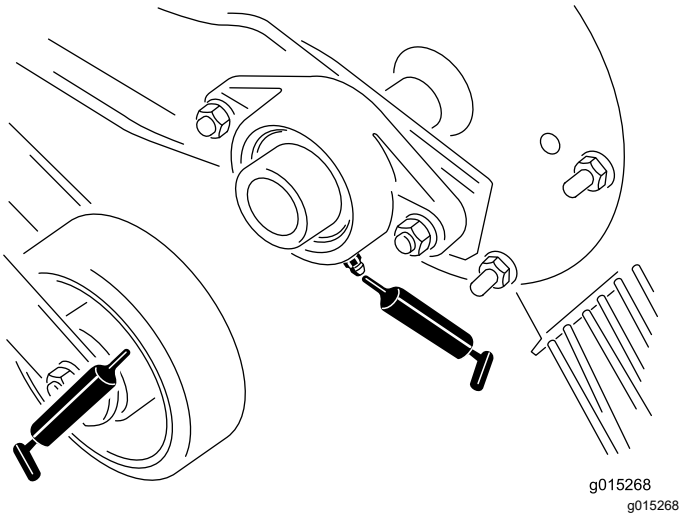
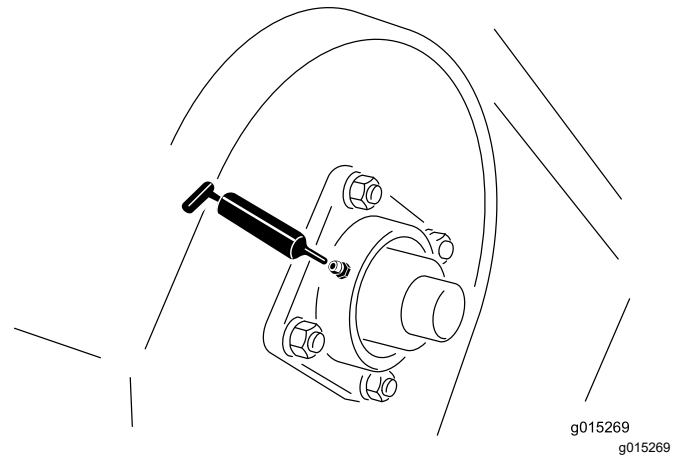
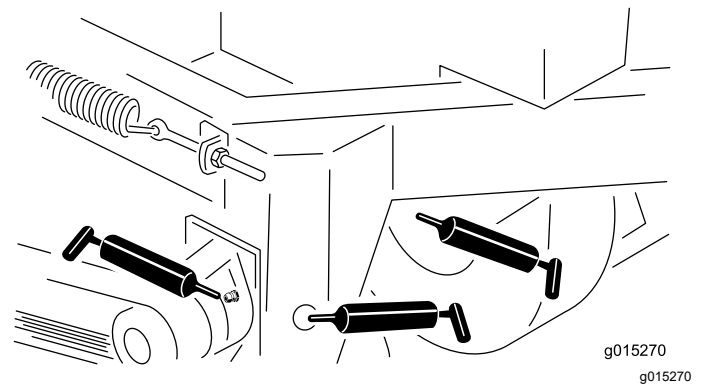

Figura 11
Figura 12
Figura 13
2. Bombée grasa en el cojinete o el casquillo (Figura 11, Figura 12, y Figura 13).